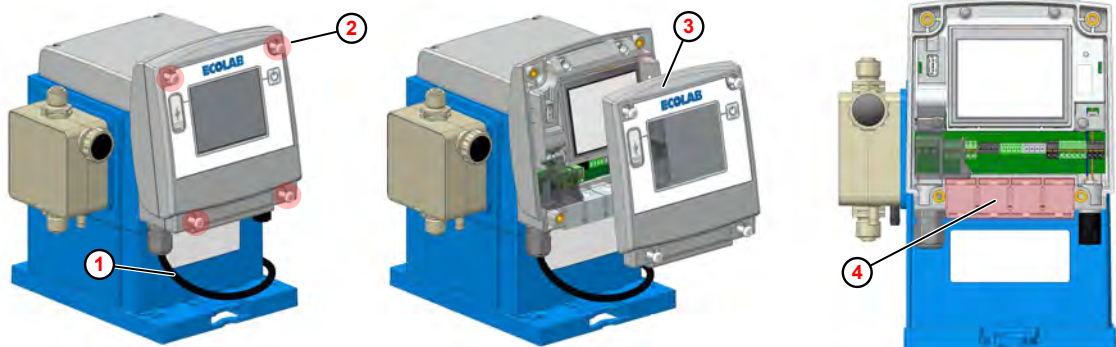

Fig. 21: Instalación eléctrica «EcoAdd»
- ① Cable de red
- ② Tornillo de la carcasa
- ③ Tapa frontal
- ④ Cubo de fijación
1. ➤ Aflojar los cuatro tornillos de la carcasa (Fig. 21 , ②).
2. ➤ Retirar la tapa frontal ③ .
3. ➤ Para la conexión ampliada de señales externas, hacer pasar las líneas de conexión a través del cubo de fijación ④ .
*El cable de red ④ ya viene montado de fábrica.